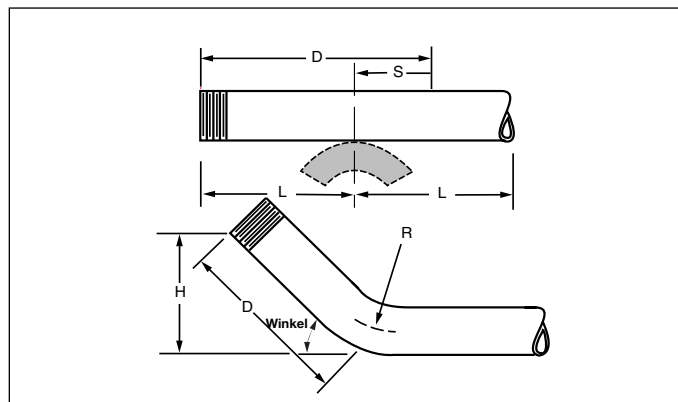

Abbildung 6
- Aus Tabelle 2 den Diagonalabstand (D) für die gewünschte Biegung (H) entnehmen. Die Diagonalabstand (D) vom geraden Ende des Rohres messen.
- Die zu biegende Rohrgröße in Tabelle 3 suchen und das Rücksetzmaß (S) für den gewünschten Biegewinkel entnehmen.
- Das Rücksetzmaß (S) am Rohr entsprechend Abbildung 6 markieren.
Die Markierungen (B) dürfen nicht näher am Rohrende liegen als die Mindestlänge (L), sonst werden die Rohrenden nicht durch die Schwenkzapfenschuhe gehalten (siehe Abb. 6, Beispiel 3 und Tabelle 5 mit Mindestlänge "L").